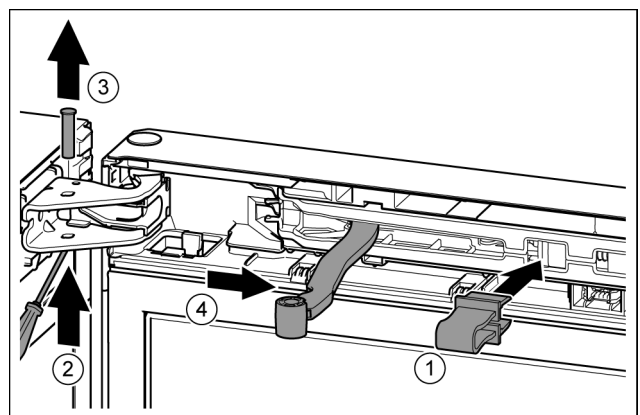

Fig. 13
- Poistku zaklapnite v otvore. Fig. 13 (1)
- Čap vysuňte skrutkovačom. Fig. 13 (2)
- Čap vyberte nahor. Fig. 13 (3)
- Kĺb otočte v smere dverí. Fig. 13 (4)